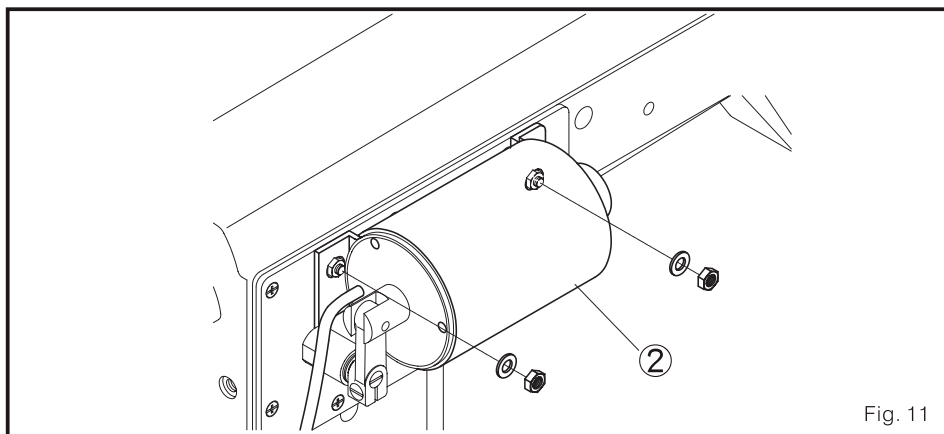

Fig. 11
- d. Ajunte as partes eletromagnéticas. (Fig. 11)